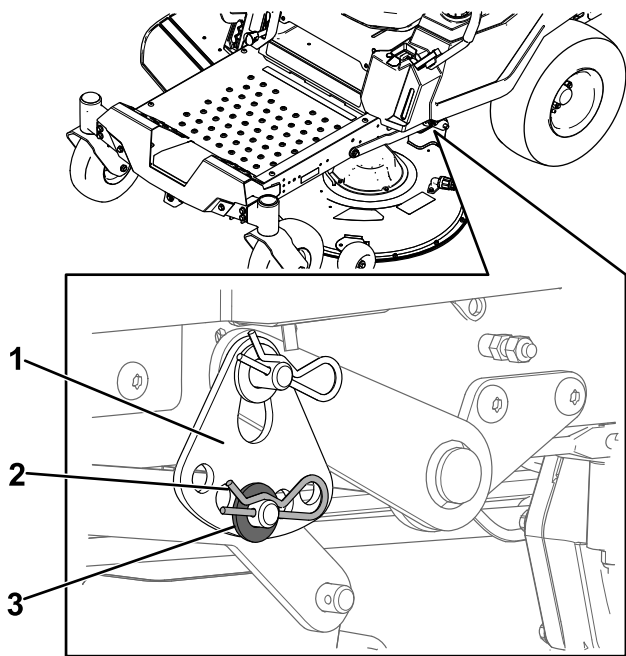

図 68
6. 下側昇降アームピンについているヘアピンコッターとワッシャを外す 図 68。